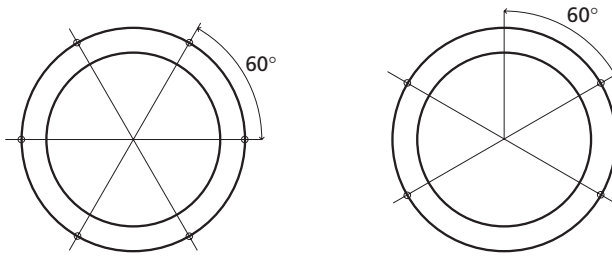

Figura 3. Detalhe dos sistemas de distribuição das perfurações
- . **Tipo TP:** tubos totalmente perfurados, com as perfurações uniformemente distribuídas em todo o perímetro da secção transversal; ver Figura 3.
- . **Tipo SP:** tubos semiperfurados, com as perfurações distribuídas uniformemente em arcos de 240°; ver Figura 3.